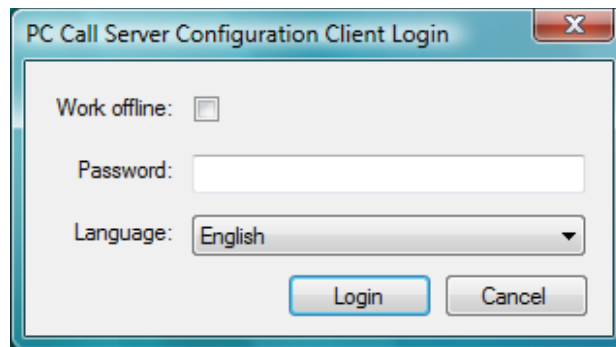

Abbildung 59.1: PCCstConfig Login
- 2 Klicken Sie auf *PC Durchsagen-Server Konfigurations-Client*. Es wird ein Bildschirm angezeigt, der dem in Abbildung 59.1 gleicht.